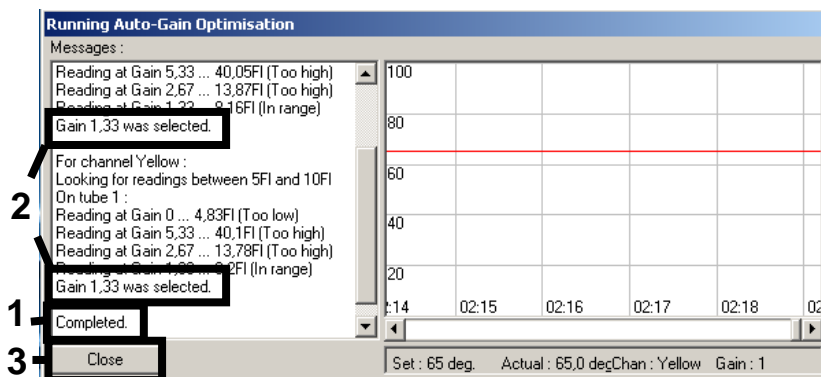

Abbildung 4. Verstärkungsoptimierung beendet. Notieren Sie die Verstärkungswerte (in diesem Fall „1,33“ für beide Fluoreszenzkanäle).
4. Ein neues Fenster **Running Auto-Gain Optimisation** (Durchführung der automatischen Verstärkungsoptimierung) wird angezeigt. Warten Sie, bis die Meldung **Completed** (Beendet) in diesem Fenster angezeigt wird (siehe Abbildung 4). Notieren Sie die ausgewählten Werte für beide Kanäle, und klicken Sie auf **Close** (Schließen) (siehe Abbildung 4).